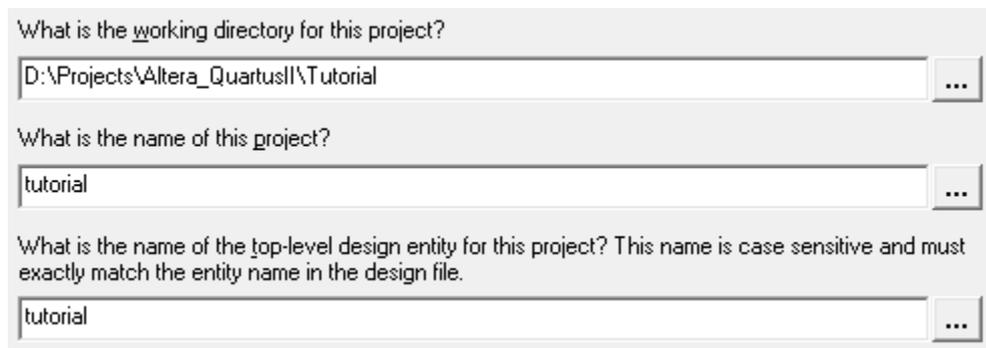

Figura 4: Tela 1 da criação de projeto
- Na primeira caixa de texto, clique no botão ( **...** ) para escolher uma pasta onde será criado o seu projeto, na segunda caixa de texto digite **tutorial** para o nome do projeto e, a terceira será automaticamente preenchida com o texto digitado na segunda caixa de texto, mas poderá ser alterado. Em nosso caso, aceitaremos o mesmo nome dado ao projeto (**tutorial**). Veja a imagem na figura 4: